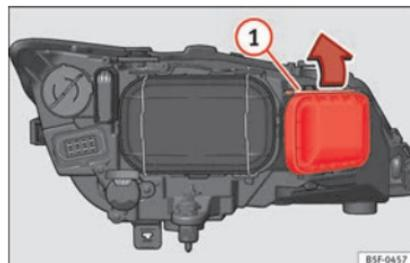

Fig. 208 Lampadina dell'indicatore di direzione.
- Far scorrere il tirante »» fig. 208 ① nel senso della freccia e sfilare la chiusura.